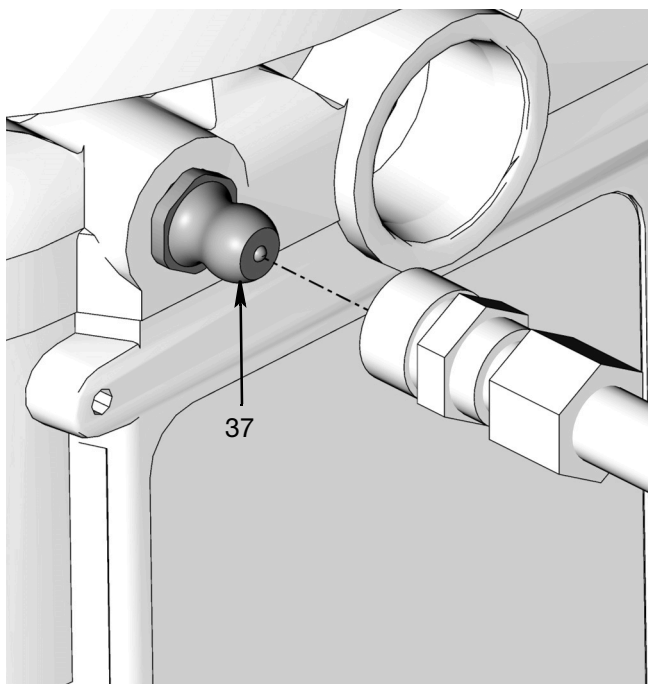

Рис. 11
1. Подсоедините заправочный шланг к впускному фитингу *(37) (Рис. 11).
1. Подсоедините заправочный шланг к впускному фитингу (Рис. 11).